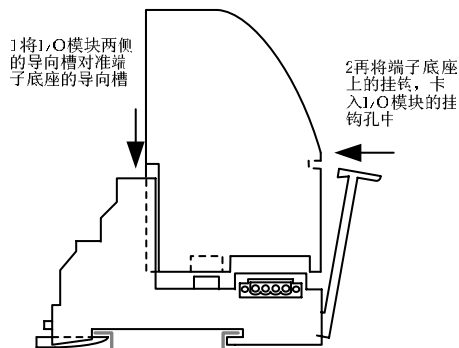

图 16 I/O 模块的安装
- 3 再将 I/O 模块两侧的导向槽对准端子底座的导向槽，均匀用力将本模块立直插向底座，同时将底座上的挂钩卡入模块的挂钩孔中，如图 16 所示。